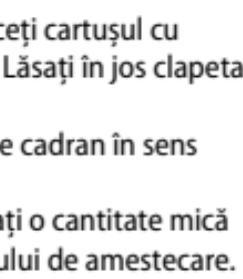

Fig. 4
- f) dacă este necesar, aplicați un vîrf intraoral la vîrful de amestecare (Fig. 4). Dacă scurtați vîrful intraoral cu aprox. 1 mm, puteți extruda cantități mai mari de material.